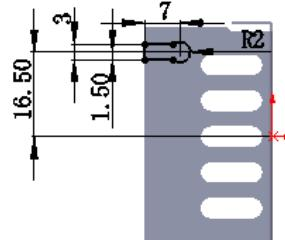

图 11.3.30 横断面草图
② 定义横断面草图。在草图环境中绘制图 11.3.30 所示的横断面草图。